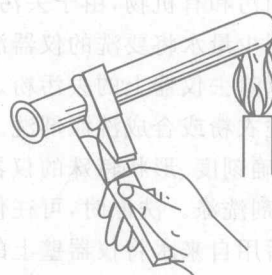

图 2-2 烤干试管
(2)烤干。此法常用于可加热或耐高温的仪器,如烧杯、蒸发皿、试管等。加热前应先 will 仪器外壁擦干,对烧杯、蒸发皿等仪器一般可置于石棉网上用小火烤干,而试管可直接用小火烤干,但必须使管口向下倾斜,以免水珠倒流炸裂试管(图 2-2)。火焰不要集中到一个部位,应从底部开始,缓慢向下移至管口,如此反复烘烤到不见水珠,再将管口朝上,把水汽赶净。